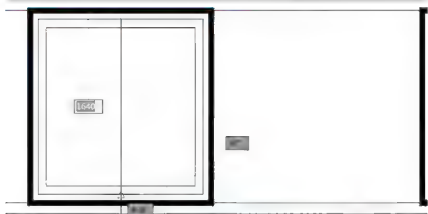

图 4.21 绘制窗扇的中间线
- (3) 执行菜单栏中的【工具】|【绘图设置】命令，打开【草图设置】对话框并勾选【对象捕捉】选项卡中的【中点】复选框。
- (4) 用【直线】命令并借助中点捕捉绘制窗扇的中间线，结果如图 4.21 所示。